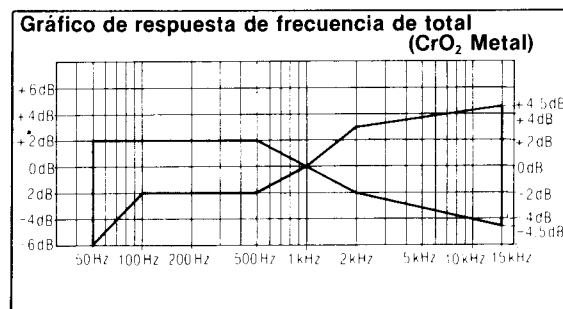

Fig. 14
7. Cambiar la cinta de prueba a QZZCRX y grabar señales de 50Hz, 100Hz, 200Hz, 500Hz, 1kHz, 4kHz, 8kHz, 10kHz y 15kHz. Luego, reproducir las señales y comprobar si la curva está dentro de los límites mostrados en el gráfico de respuesta de frecuencia total para las cintas CrO₂ (Fig. 14).
8. Cambiar la cinta de prueba a QZZCRZ, y grabar señales de 50Hz, 100Hz, 200Hz, 500Hz, 1kHz, 4kHz, 8kHz, 10kHz y 15kHz. Luego, reproducir las señales y comprobar si la curva está dentro de los límites mostrados en el gráfico de respuesta de frecuencia total para las cintas de Metal (Fig. 14).